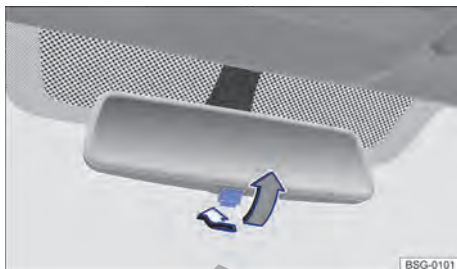

Fig. 81 En el parabrisas: retrovisor interior antideslumbrante manual.
- Para oscurecer el retrovisor, tire de la palanca hacia atrás → Fig. 81.